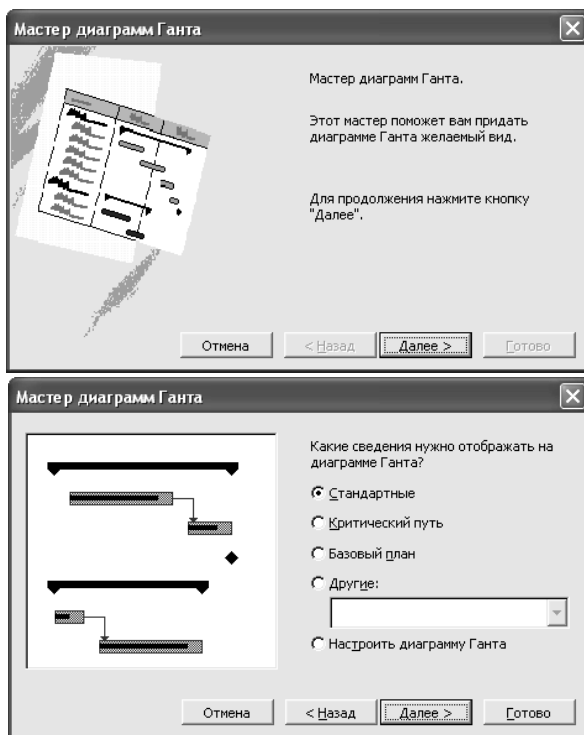

Рис. 40. Приклад роботи майстра діаграм Ганта
3. Слідуйте вказівкам майстра (рис. 40).